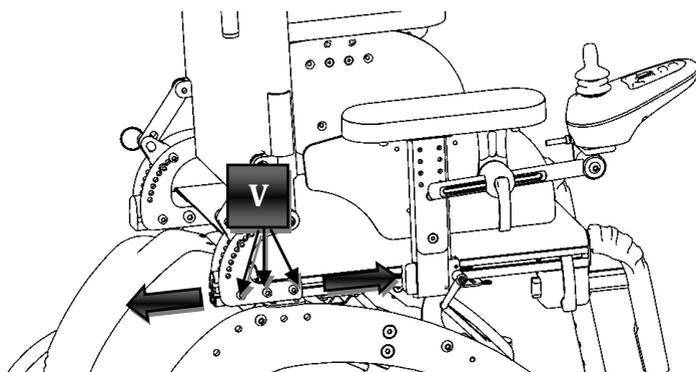

Figura 14
Facendo riferimento alla Figura 14 allentare le viti (V), muovere lo schienale fino a raggiungere la posizione desiderata e stringere di nuovo le viti.